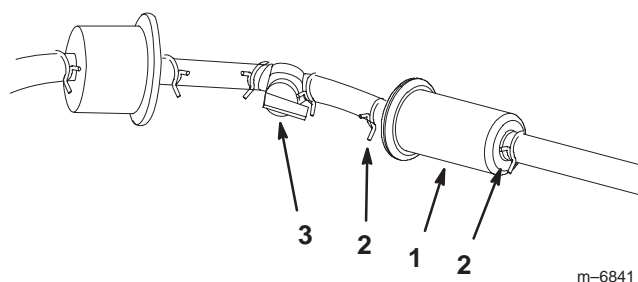

Figure 46
4. Fermez le robinet d'arrivée de carburant (Fig. 46).
5. Pincez les extrémités des colliers et faites glisser ceux-ci pour les éloigner du filtre (Fig. 46).
7. Posez un filtre neuf et rapprochez les colliers de fixation du filtre (Fig. 46).
9. Ouvrez le robinet d'arrivée de carburant (Fig. 46).